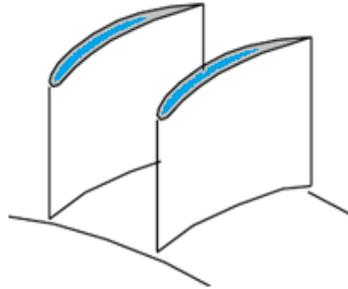

Figure 3. Grille d'aubes formant un canal de passage d'écoulement du fluide
- Différents types de grilles d'aubes, voir figure 3.